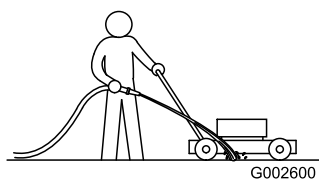

Figure 28
- Mettez le moteur en marche lorsque la tondeuse se trouve sur une surface revêtue plane et dirigez un jet d'eau devant la roue arrière **droite** (Figure 28).